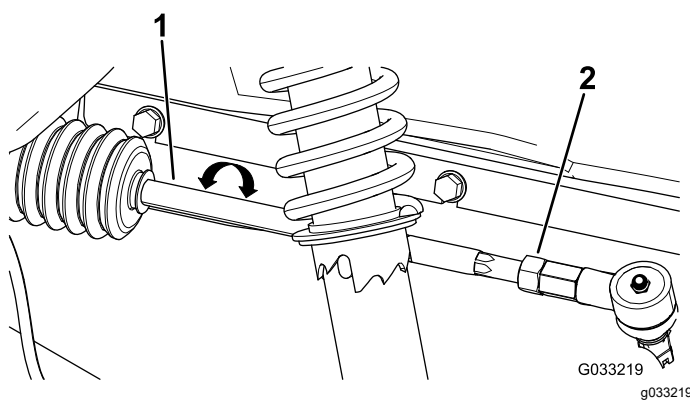

Figura 58
2. Se a medição obtida não se situar entre 0 e 6 mm, desaperte as porcas de retenção nas extremidades das barras (Figura 58).